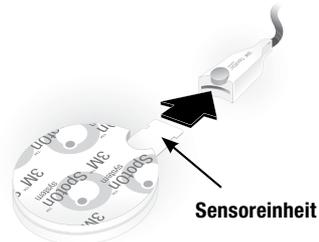

Abbildung 7: Den Sensor an das Sensorkabel anschließen
3. Den SpotOn Temperatursensor in den Sensorkabel-Steckverbinder stecken. Sicherstellen, dass die Sensoreinheit ordnungsgemäß angeschlossen und vollständig in das Sensorkabel eingesteckt ist (Abbildung 7). Die Anzeige auf der Kontrolleinheit geht über zu „Betriebsbereit“ (siehe „Betriebsbereit“ auf Seite 62), sobald der Sensoranschluss bestätigt wird.